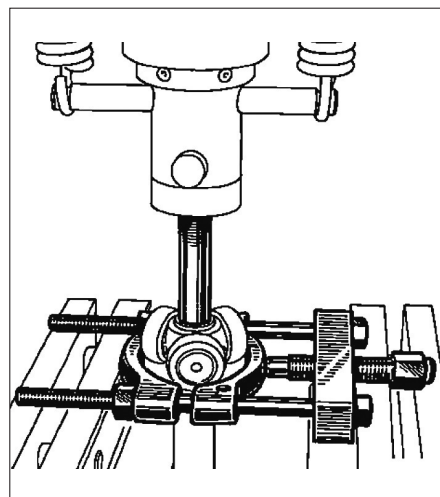

FIG. 10
- À la presse et à l'aide d'un extracteur approprié, extraire le tripode de l'arbre et récupérer le soufflet en le faisant glisser sur l'arbre (Fig.10).